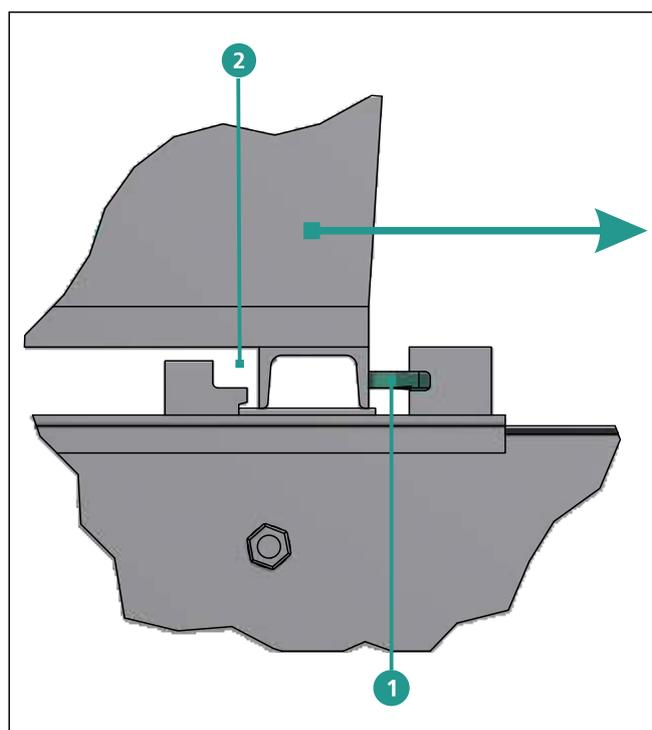

Figure 5.2
Desserrer les clavettes ① des sabots tendeurs et faire sortir de la sécurité anti-basculement la face arrière en tapant sur l'autre côté du profilé ② (cf. figure 5.2).